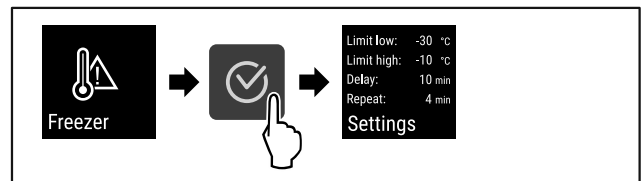

Fig. 103
- Vykonaňte kroky akcie (pozri Fig. 103) .